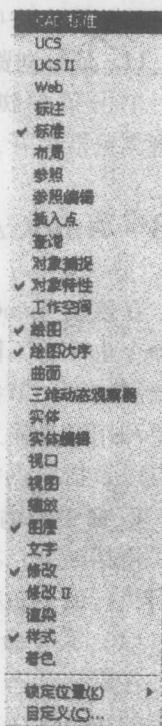

图1-5 快捷菜单
1) 工具栏的打开与关闭。在屏幕上任何一个工具栏上单击鼠标的右键,出现一个快捷菜单,如图1-5所示。上面打对号的是已经在屏幕上显示的工具栏,可以通过在工具栏名字上单击鼠标来打开或关闭相应的工具栏。